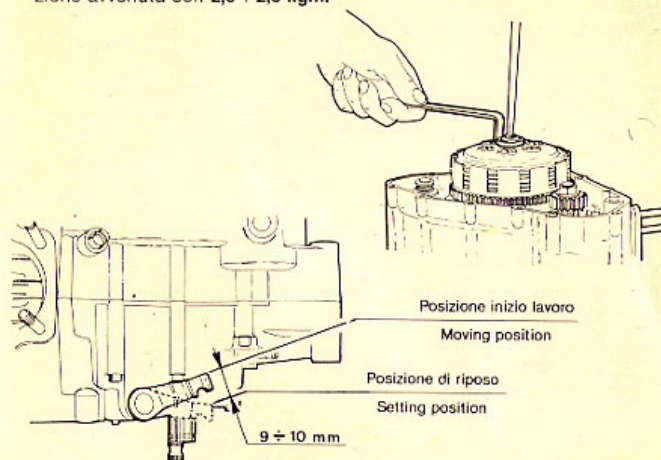

FIG. 46 Registrazione frizione
- 21) La corretta registrazione della frizione si ha quando la leva di comando ha una corsa di $9 \div 10 \text{ mm}$ tra posizione di riposo e posizione di inizio lavoro (fig. 46). Per ottenere tale condizione agire sul registro posto sul disco terminale usando l'apposita chiave (cod. 05.0352.0) e bloccandolo a registrazione avvenuta con $2,6 \div 2,8 \text{ kgm}$.